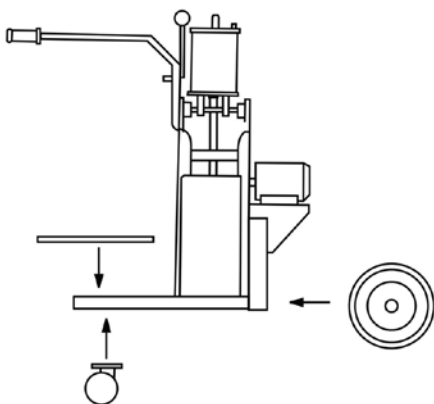

Рис. 5
6.3 Переведите доильную установку из транспортировочного состояния в рабочее. Для этого необходимо (рис.5) открутить болты крепящие подставку бидона. Откроется посадочное место для установки поворотного колеса. Прикрутите его четырьмя болтами вставив их снизу (для того чтобы выступающая часть болта не мешала повороту колеса). Затем установите подставку бидона на прежнее место и прикрутите ее. Далее прикрутите на два болта передние несущие колеса.